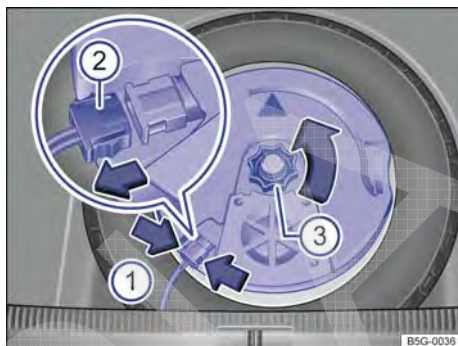

Fig. 226 No compartimento de bagagem: remover o subwoofer (variante 1).
- Para destravar o conector → Fig. 226 (2), comprimir as linguetas → Fig. 226 (setas 1).
- Puxar o conector → Fig. 226 (2) e colocar de lado o condutor elétrico removido.
- Remover o manipulador → Fig. 226 (3) no sentido anti-horário (seta).
- Para destravar o conector → Fig. 226 ②, comprimir as linguetas → Fig. 226 (setas ①).
- Puxar o conector ② e colocar de lado o condutor elétrico removido.
- Desrosquear o manípulo ③ no sentido anti-horário (seta).
- Inserir o conector → Fig. 226 ② até que ele se trave de maneira audível.
- Girar o manípulo ③ no pino rosqueável no sentido anti-horário até que o subwoofer fique preso com segurança.